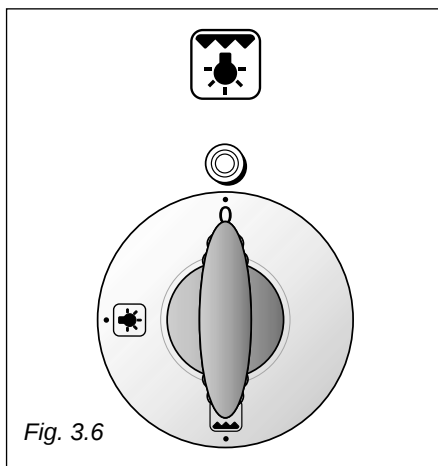

Fig. 3.6
- Rode no sentido horário o manípulo luz/grelha até a posição  (fig. 3.6).